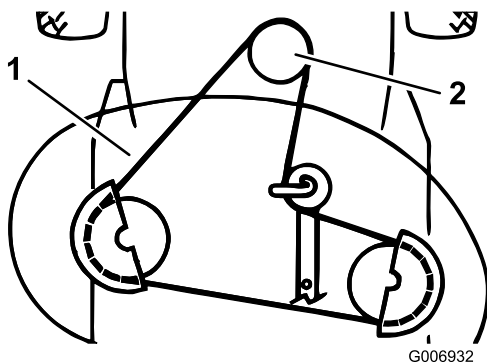

Figura 41
- Togliete la cinghia del tosaerba dalla puleggia della frizione elettrica (Figura 41).
- Togliete la cinghia del tosaerba dalla puleggia inferiore del motore (Figura 41).
- Montate la cinghia del tosaerba sulla puleggia inferiore del motore (Figura 41).